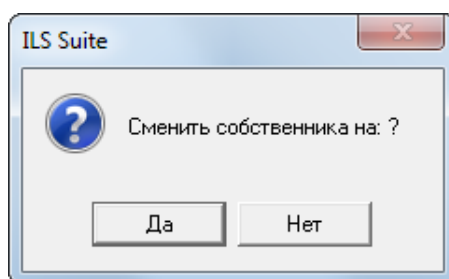

Рис. 13-100 – Диалоговое окно с предложением сменить собственника
8) После выбора эксплуатанта открывается диалоговое окно с предложением сменить собственника на ту же организацию, что и эксплуатант (рис. 13-100).